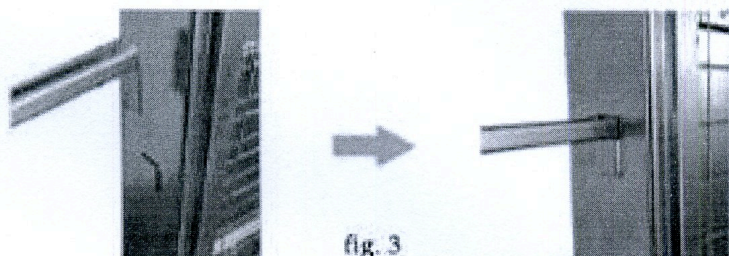

fig. 3
3. Introdurre i distanziali nelle apposite asole prestampate. (come in fig. 3)
2. I distanziali vanno inseriti nelle asole prestampate come al punto 3 di Eurocassonetto ad un'anta. (come in fig. 3)